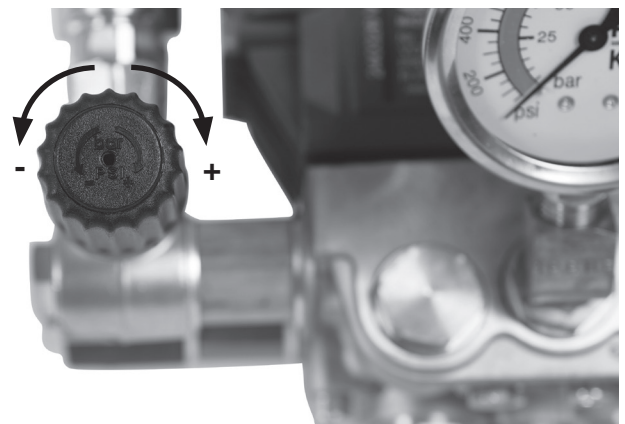

Figure 4 – Réglage de la détente
2. Sur le KJ-1750, réglez la détente pour que le manomètre indique une pression de 1750 PSI (zone verte). A cette pression, le KJ-1750 tire approximativement 17 ampères en 120 Volts de courant alternatif (Figure 4).